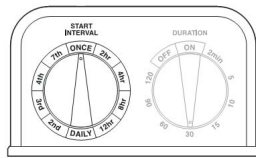

FIGURA 2
Rode o dial do intervalo (A) para regar o intervalo desejado. (ver figura 2).